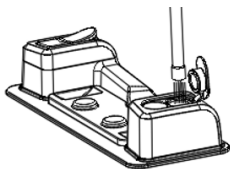

Fig. 6
2. Umpleți cu apă. Poate fi utilizat un produs de dezinfecție curat, fără adaos de ulei volatil (Fig. 6).